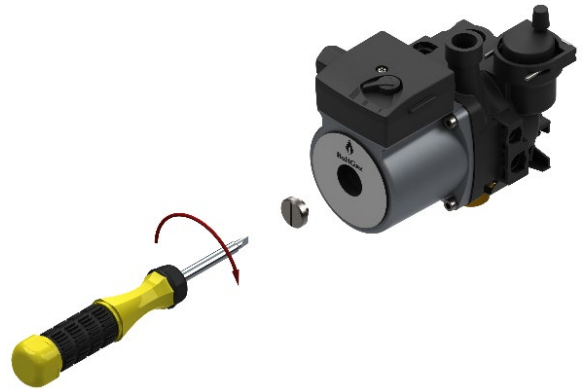

Рис. 5 Проверка циркуляционного насоса
- не заблокирован ли насос. Для этого при помощи отвёртки открутите заглушку насоса и совершите вращательные движения его вала несколько раз в разные стороны (см. рисунок 5). Затем плотно закрутите заглушку. При выполнении данной операции возможны протечки теплоносителя из насоса, после установки заглушки необходимо удалить остатки теплоносителя с компонентов котла (протереть);